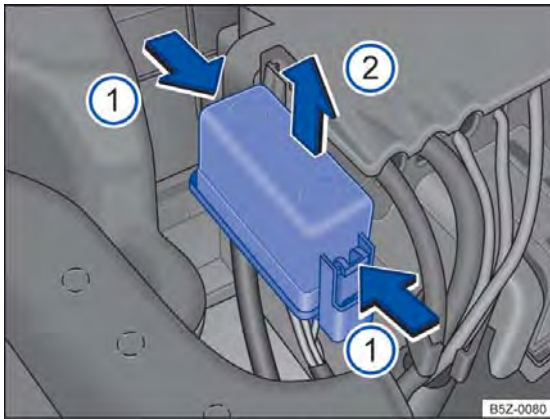

Fig. 169 No compartimento do motor: retirar cobertura da caixa de fusíveis.
- Pressionar as travas no sentido da seta ① para destravar a cobertura da caixa de fusíveis → Fig. 169.
- Remover a cobertura por cima ②.
- Para a **instalação**, colocar a cobertura sobre a caixa de fusíveis. Pressionar a cobertura para baixo, no sentido contrário ao da seta ②, até que trave de forma audível.